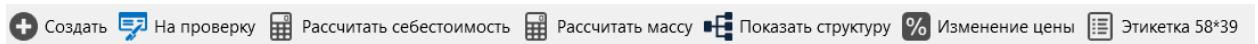

Рис. 67
В окне Компонента «Номенклатура» в верхней части расположена панель инструментов для работы с объектами Номенклатурных позиций (Рис. 67).
- «Бизнес-процесс» – команды для бизнес-процесса Утверждения Номенклатурной позиции в зависимости от статуса Номенклатурной позиции (на Рис. 67 команда «На проверку»). Подробнее см. п. 5.